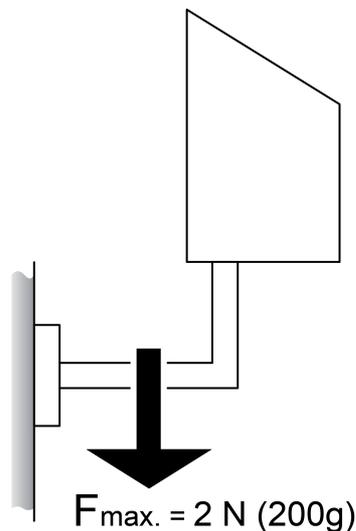

Figura 4: Carico massimo sul braccio ad angolo
- Condurre i cavi per l'alimentazione elettrica e il collegamento bus attraverso una delle due apposite aperture (11) fino alla morsettiera (3).
- Collegare la tensione elettrica al morsetto (9).
- Collegare il cavo bus KNX all'apposito morsetto (10).
- Collegare la spina della testa del sensore (1) al morsetto del sensore (8) nella morsettiera (3).
- i** Il braccio ad angolo (2) può rompersi durante la chiusura della morsettiera. Non utilizzare il braccio ad angolo come leva (figura 4).